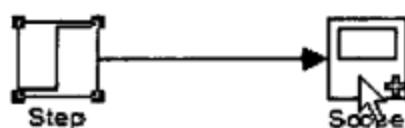

图 2.1.15 自动连线
① 自动连线: Simulink 系统具备自动连线的功能, 步骤如下: 选择一个具有信号输出的模块, 按 Ctrl 键, 然后单击要连接到的模块, 如图 2.1.15 所示。